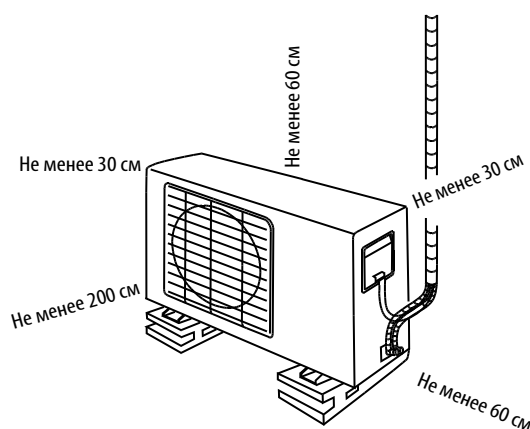

Рис. 13
- Обеспечьте свободное пространство для монтажа и обслуживания кондиционера (см. Рис. 13)